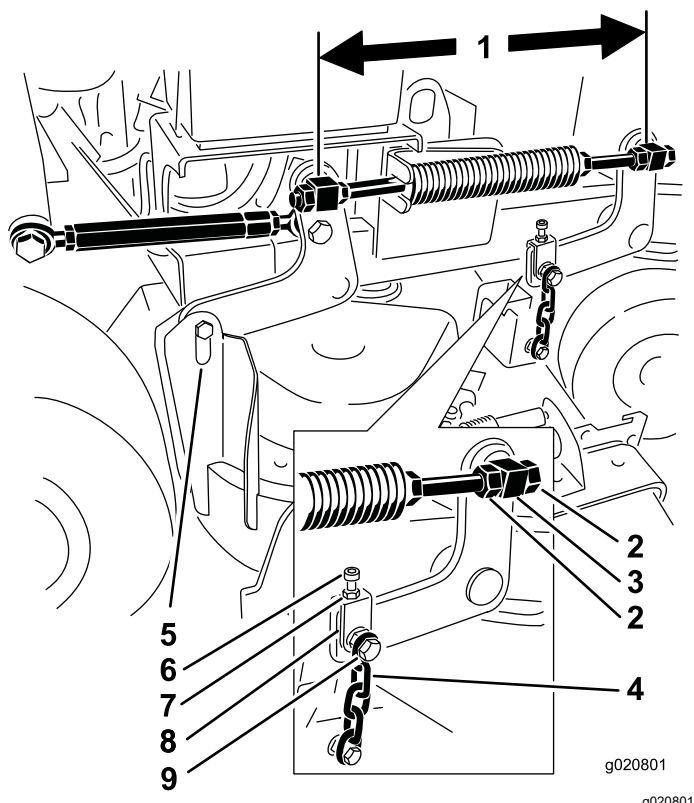

Figura 81
il centro delle parti girevoli (distanza da centro a centro) su ogni asta filettata (**Figura 81**).
2. Allentate i controdadi nella parte girevole **anteriore** (**Figura 81**).
4. Serrate i controdadi sulla parte girevole **anteriore** (**Figura 81**).
4. Allentate i controdadi sulla parte girevole anteriore destra e sinistra (**Figura 81**).
6. Serrate i controdadi sulla parte girevole anteriore destra e sinistra (Figura 81).
4. Allentate i controdadi sulla parte girevole anteriore sinistra (Figura 81).
6. Serrate i controdadi sulla parte girevole anteriore sinistra (Figura 81).
5. Allentate i bulloni superiori della catena (Figura 81).
6. Allentate i controdadi su ciascuna forcina (Figura 81).
8. Serrate i controdadi e i bulloni superiori della catena (Figura 81).